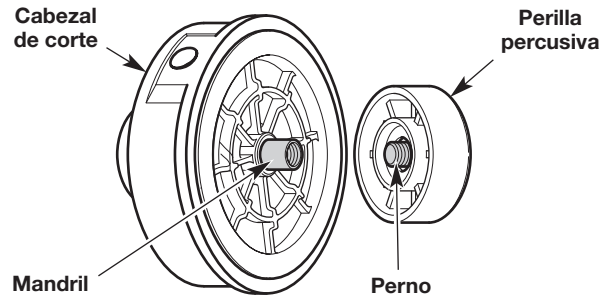

Fig. 14
- Mantenga el cabezal de corte en su lugar (Fig. 14). Gire la perilla de impacto en sentido contrario a las agujas del reloj para desenroscarla del cabezal de corte (Fig. 14).
- Inspeccione el perno que está dentro de la perilla de impacto para comprobar que se mueva libremente (Fig. 14). Reemplace la perilla de impacto si está dañada.
5. Mientras sujeta el carrete interior y la bobina exterior juntos, enrosque la perilla de impacto en sentido contrario a las agujas del reloj (Fig. 14). Ajuste firmemente la perilla de impacto.